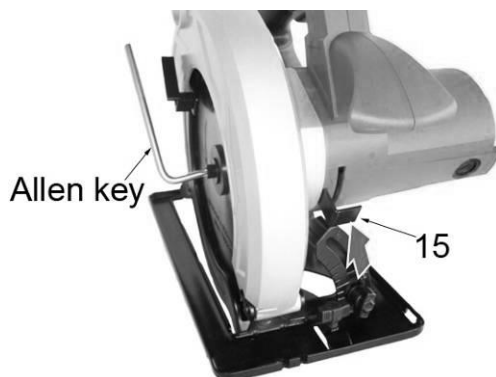

Fig. 3
2. Shtypni butonin e kyçjes së boshtit (15) drejt shtëpizës së motorit siç tregon shigjeta në Fig. 3 dhe e mbani fort atë.
3. E ktheni bulonin e kapëses së tehut (13) në drejtim të kundërt të akrepave të orës duke përdorur çelësin Allen që jepet me veglën.
4. Hiqni bulonin e kapëses së tehut dhe fllanxhën e jashtme (12).
5. Ngrini mbrojtësen e poshtme (14) duke përdorur levën për mbrojtësen e poshtme (1) dhe më pas hiqni tehun e sharrës.